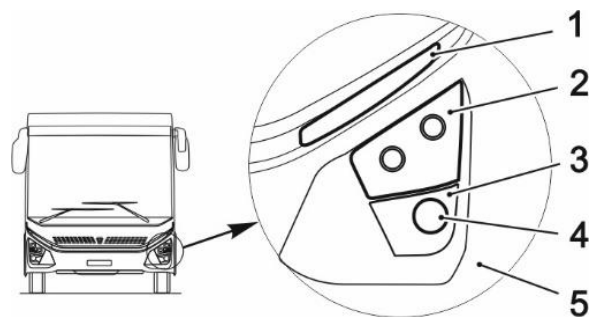

**Рис. 13.3 Установка приборов наружного освещения в передней части автобуса**
4. Снять накладку 3 (рис. 13.3) противотуманной фары, обеспечив доступ к регулировочным винтам.